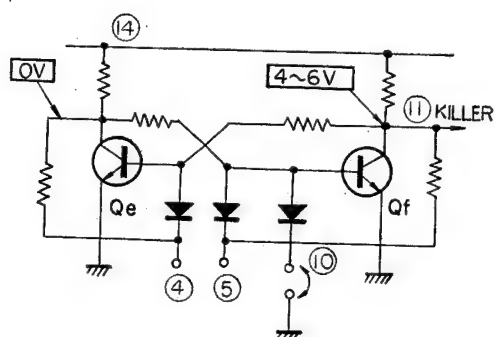

Fig. 1-12
- *1: Quand on relie le point ⑩ à la masse, le transistor Qf de la bascule flip-flop est coupé. La tension obtenue au point ⑪ (4 à 6 V) est ajoutée à la tension base du transistor Q302 (Amplificateur N° 1 de chrominance) pour une polarisation correcte, et aux diodes de blocage D307 (Ampli R-Y) et D315 (Ampli B-Y) pour polarisation inverse. Le blocage de couleurs ne s'effectue pas et une image en couleur apparaît sur l'écran, cette image n'étant pas nécessairement de bonne qualité.
- Si l'on obtient une tension de 4 à 6 V au point ⑪, le circuit intégré fonctionne correctement (voir figure 1-12).
- *1: When terminal ⑩ is connected to ground, transistor Qf of the flip-flop circuit is cut off. 4 to 6V, obtained at terminal ⑪, is added to the base of Q302 (Chroma Amp-1) for correct bias and to the killer diodes D307 (R-Y) and D315 (B-Y) for reverse bias. Thus the colour killer does not operate, and coloured picture (not always best colour) can be seen on the screen.
- If 4 to 6V can be obtained at terminal ⑪, IC operates correctly. (Refer to Fig. 1-12.)